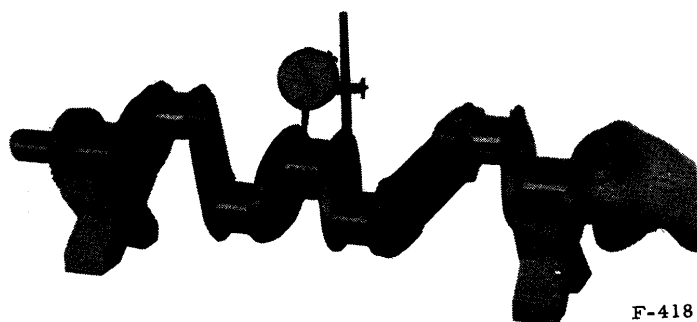

Fig. 60.- Méthode de vérification de la flèche du vilebrequin
- A défaut de tour, on peut aussi mesurer la flèche mais en plaçant le vilebrequin sur deux V positionnés sur un marbre (fig. 60).